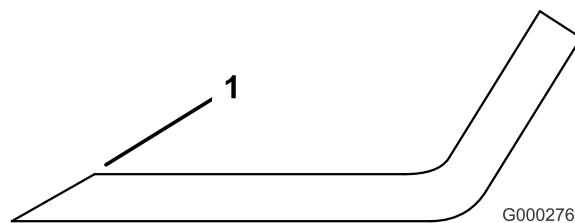

Figure 49
1. Au moyen d'une lime, aiguisiez les tranchants aux deux extrémités de la lame (Figure 49) en veillant à conserver l'angle de coupe d'origine. Limez la même quantité de métal sur chacun des deux tranchants pour ne pas déséquilibrer la lame.